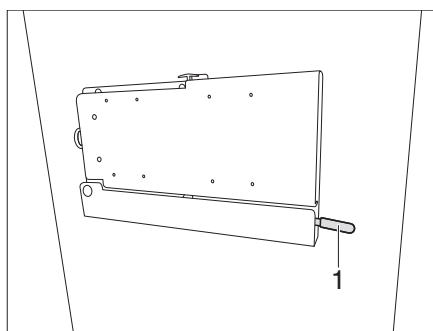

Fig. 139 Supporto con braccio snodato (variante 3)
- Spingere la leva (Fig. 139,1) verso il basso.
- Spingere di nuovo la leva (Fig. 139,1) di arresto verso l'alto.